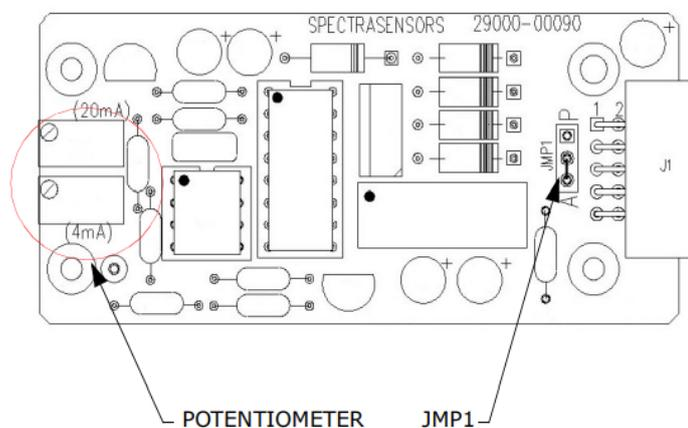

Figura 27. Placa 4-20 mA do analisador
4. Remova o jumper (JMP1), mostrado na Figura 27 abaixo e conecte o pino central ao ponto “A”.